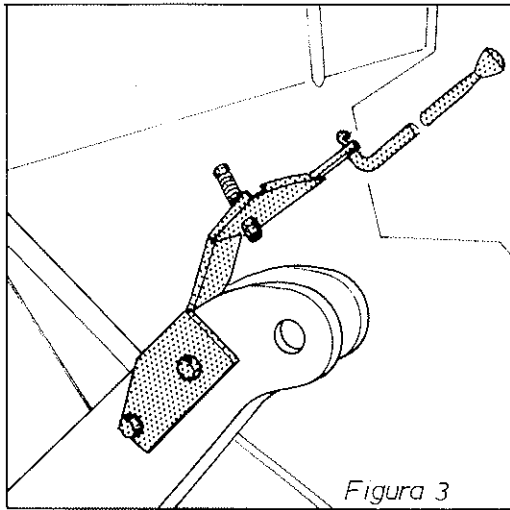

Figura 3
Se coloca como indica la figura 3. El accionamiento de los brazos es muy suave si están bien equilibrados. En la ejecución mecánica **no se montan los muelles de presión** de cada brazo (B) que aparecen en el grabado, ya que dificultarían la suavidad mencionada.